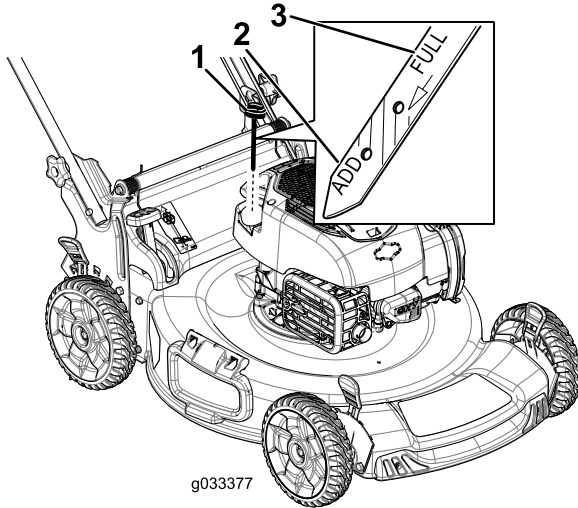

Figure 14
2. Retirez la jauge, essuyez-la sur un chiffon et remettez-la dans le goulot de remplissage (Figure 14).
3. Ressortez la jauge et vérifiez le niveau d'huile (Figure 14). Si le niveau n'atteint pas le repère **minimum** (Add) de la jauge, versez lentement suffisamment d'huile dans le goulot de remplissage pour faire monter le niveau au repère **maximum** (Full). **Ne remplissez pas excessivement.**